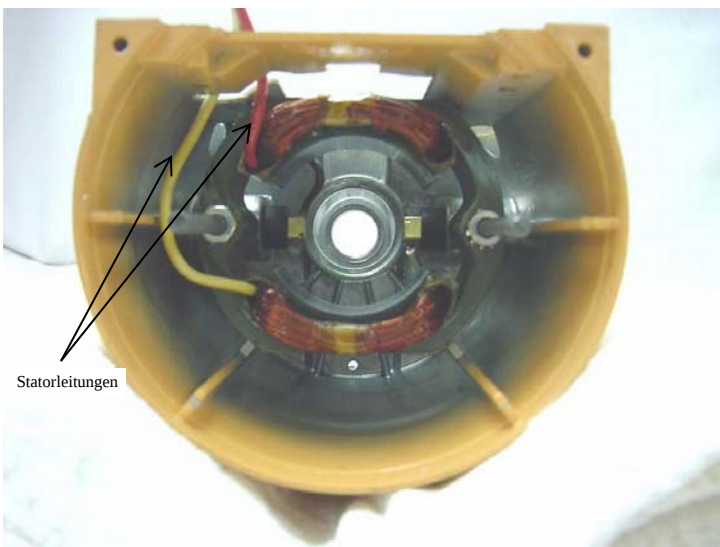

Abb. 31: Leitungsführung des Stators im Getriebe-/Motorgehäuse.
H. Die beiden Leitungen von der Rückseite des Stators durch den Schlitz im Getriebe-/Motorgehäuse ziehen, sodass sie innerhalb des Gehäuses liegen und hinten herausragen (Abb. 31).